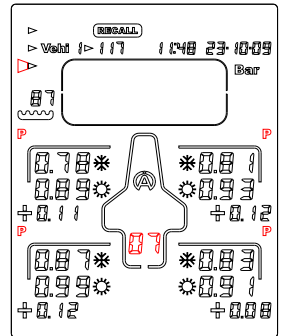

Abbildung 10
4) Mit der Taste  oder , wählen Sie "CADRAN" (Abbildung 10)
In dem Beispiel "Abbildung 10" zeigt das Tyrecontrol 2 für Fahrzeug 1 die erste Phase der Daten des Set", d. h. den Reifendruck vor  und nach dem  Rennen sowie die Abweichungen.